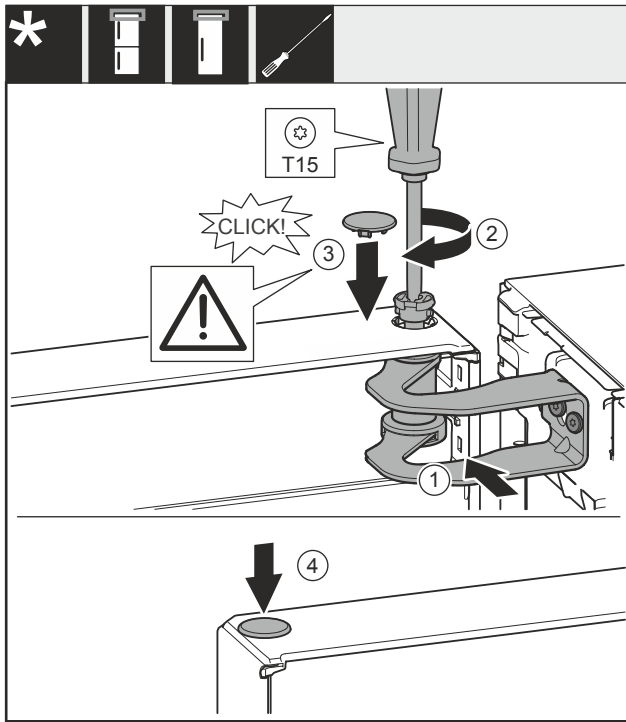

Fig. 23
- Niveloni derën për hapjen e saj në bazamentin mbështetës Fig. 23 (1).
- Futni bulonin Fig. 23 (2) dhe mbërthejeni me një kaçavidë.
- Vendosni kapakun mbulues Fig. 23 (3).
- Kontrolloni nëse kapaku mbulues Fig. 23 (3) qëndron mbi derë.
- Vendosni kapakun mbulues Fig. 23 (4).